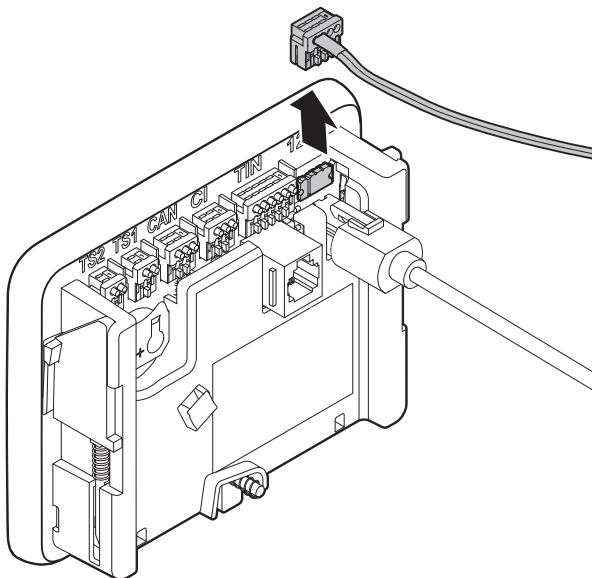

Abb. 7
- Stecker des Anschlusskabels (Abb. 7) am Panel vorsichtig nach oben ausstecken.